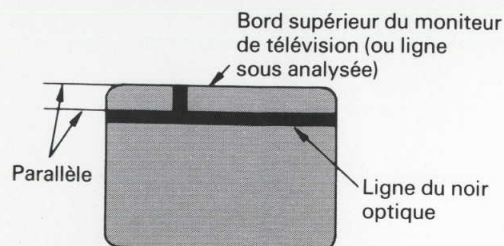

Fig. 3-7-3 Ligne du noir optique
- (2) Comme représenté sur la **Fig. 3-7-3** vérifier si la **ligne du noir optique (zone en masque noir) du tube d'analyse** et le bord du moniteur de télévision sont parallèles.